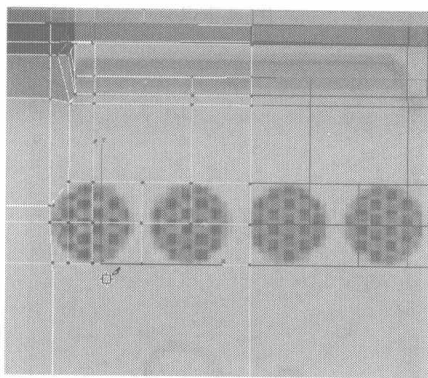
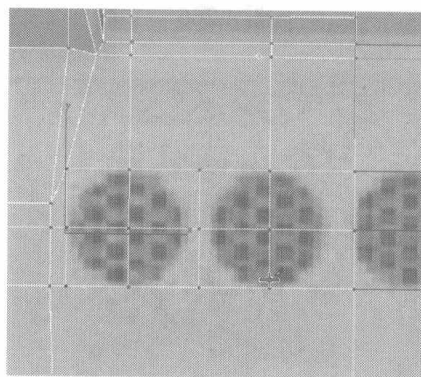

图 4.273
图 4.274
- 02** 在 Back 视图中的手机背面适当地调整、添加如图 4.273 所示的曲线节点，在 Edit Vertices 卷展栏中单击 **Remove Isolated Vertices** 按钮，然后再调整节点，如图 4.274 所示。